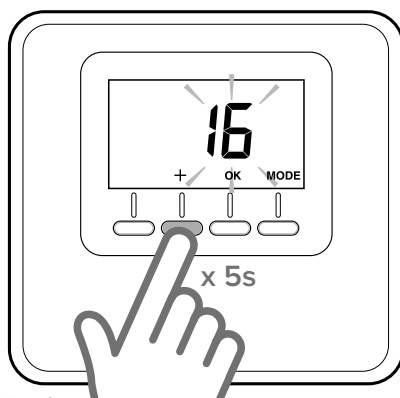

Fig. 6
- Apăsăți tasta “+” de pe senzorul de mediu (fig. 6) timp de 5 secunde. Ecranul arată, alternativ, versiunea de software și sumarul modificării